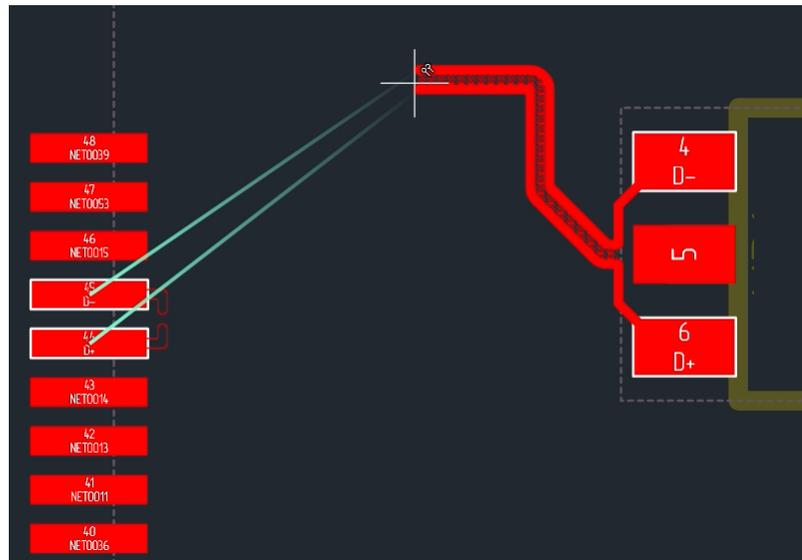

Рис. 371 Зафиксированный участок диффпары и возможный вид следующего участка
3. Переместите курсор в новую точку, при этом на экране отобразится возможный вид линии между предыдущей зафиксированной точкой и текущим положением курсора, см. Рис. 371;